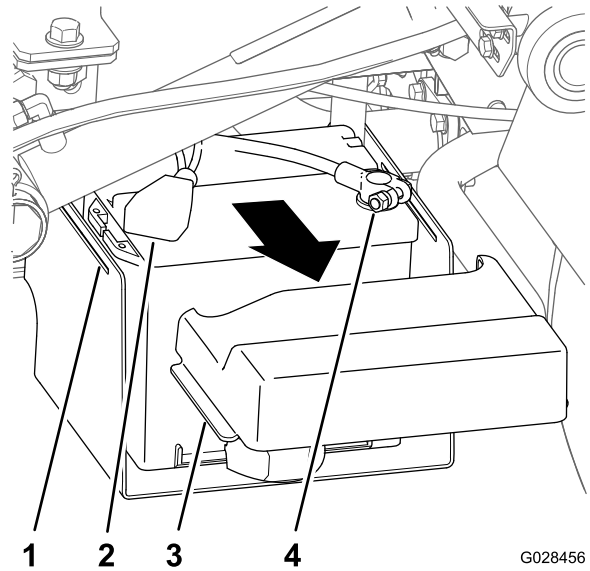

Figure 15
1. Appuyez de chaque côté du couvercle de la batterie pour dégager les languettes des fentes dans la base de la batterie, et déposez le couvercle de la base (Figure 15).
2. Replacez le capuchon sur la borne négative de la batterie (Figure 15).
3. Débranchez la cosse positive de la batterie (Figure 15).